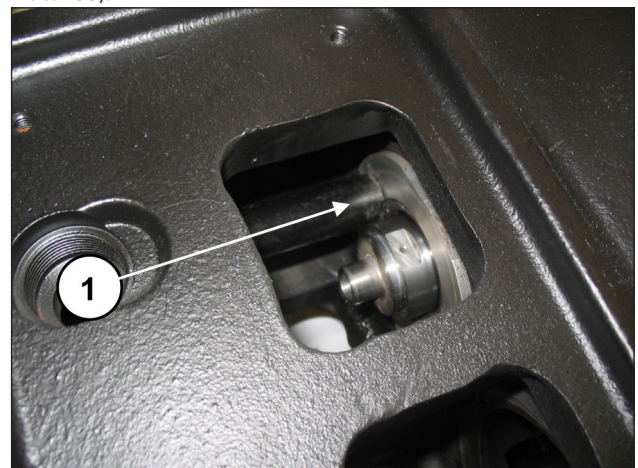
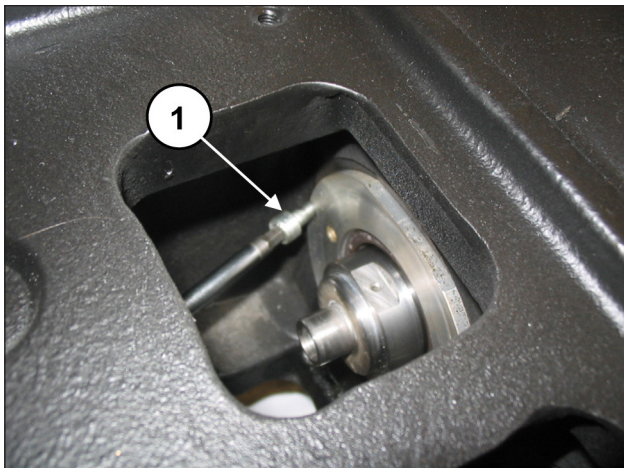

Abb. 132
Abb. 133
Überprüfen Sie den passgerechten Sitz des Deckels (Pos. ①, Abb. 132) und achten Sie darauf, nicht die Dichtlippe des Ölabbstreifrings zu beschädigen. Befestigen Sie die Ölabbstreifring-Deckel anhand von 2 Schrauben M6x14 (Pos. ①, Abb. 133).